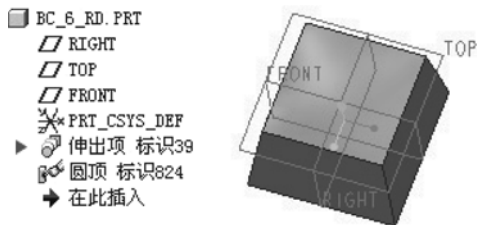

图 6-50 完成半径圆顶的效果
- 5 在出现的文本框中输入圆盖（圆顶）的半径值为“-20”，单击“接受”按钮。创建的半径圆顶效果如图 6-50 所示。